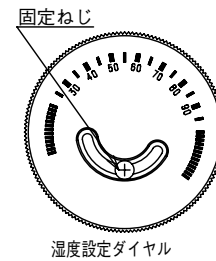

図2
- ・湿度設定ダイヤルは固定ねじで固定する事が可能です。(図2参照)